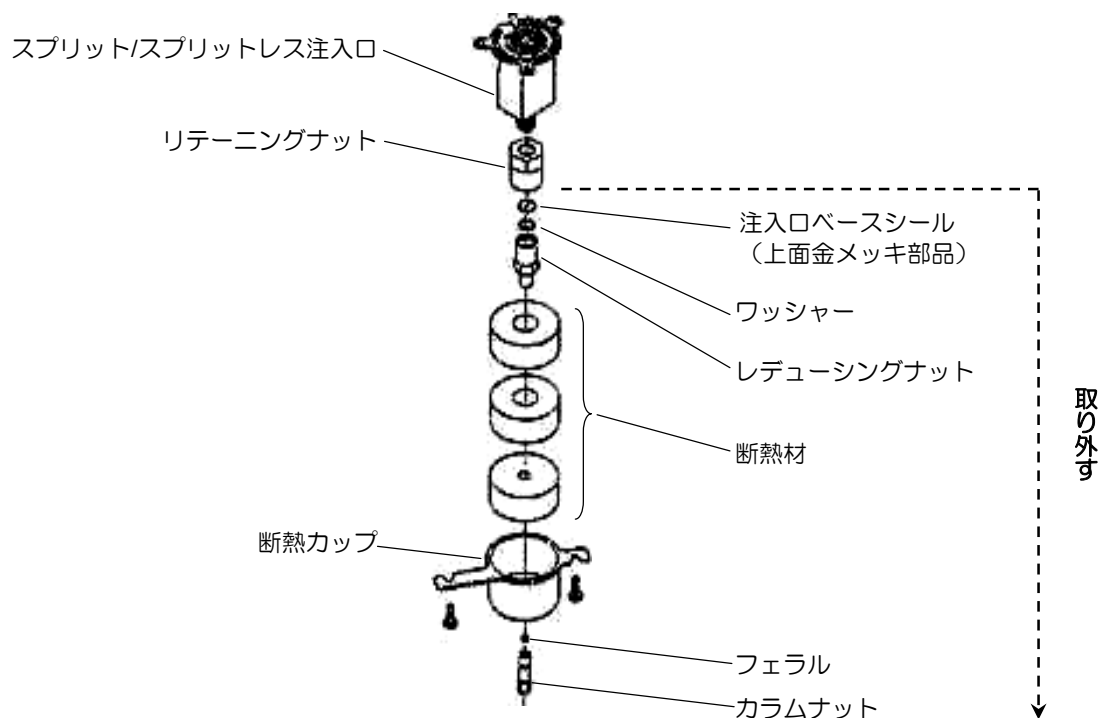

Fig. 3.7 アジレント社製スプリット／スプリットレス注入口の分解図
- ① GC 注入口に使用中のライナー（インサート）及び Fig. 3.7 に示すカラムナット、フェラル、断熱カップ、断熱材、レデューシングナット、ワッシャー、注入口ベースシール（上面金メッキ部品）を外します。